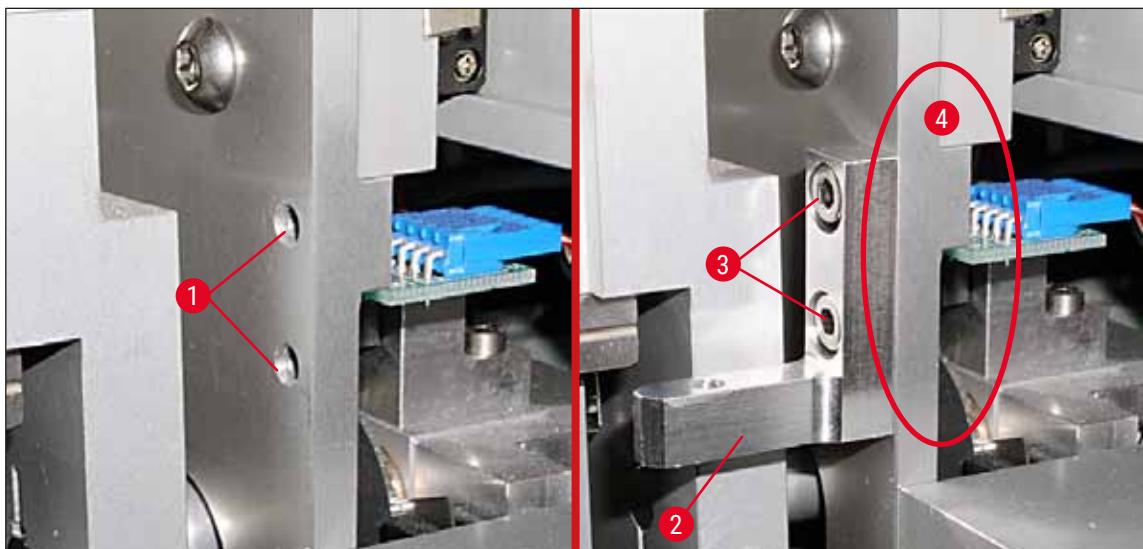

Fig. 21
2. Primeiro, aperte o suporte de montagem (→ Fig. 21-2) nos furos (→ Fig. 21-1) na parede do alojamento (→ Fig. 21-4) usando os dois parafusos (→ Fig. 21-3). Certifique-se de que o suporte de montagem esteja paralelo à borda da parede do alojamento (elipse, (→ Fig. 21)).
2. Se a borda da lâmina da amostra tocar na tampa do suporte da escova, é necessário fazer o ajuste preciso soltando os parafusos (→ Fig. 21-3) na parede do alojamento (→ Fig. 21). Para isso, use a folga existente nos furos.